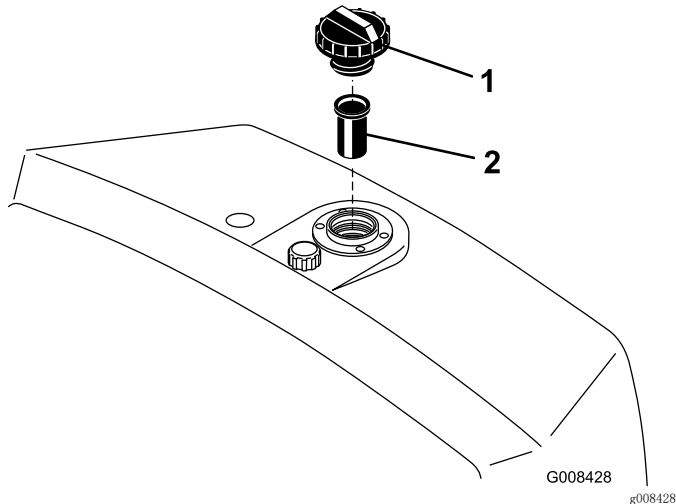

图47
2. 卸下油箱盖并查看液压油油位。油位应达到加油颈滤网的底部（图47）